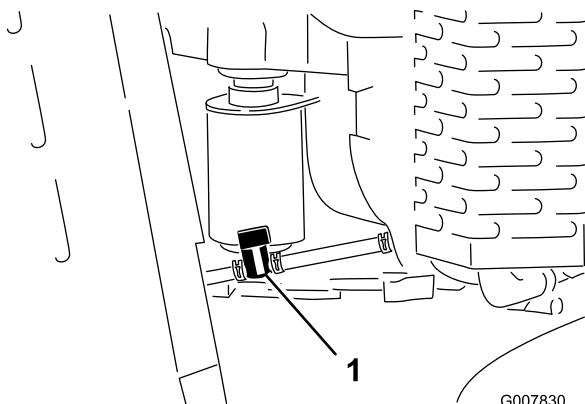

Bild 37
4. Schließen Sie den Kraftstoffhahn (Bild 37).
5. Drücken Sie die Enden der Schlauchklemme an der Motorseite des Kraftstoffhahns zusammen und schieben Sie ihn an der Kraftstoffleitung vom Ventil weg (Bild 37).
6. Ziehen Sie die Kraftstoffleitung vom Ventil (Bild 37). Öffnen Sie den Kraftstoffhahn und lassen Sie den Kraftstoff in einen Benzinkanister oder eine Auffangwanne ablaufen.
3. Schließen Sie den Kraftstoffhahn (Bild 37).
7. Drehen Sie den Kraftstoffhahn in die geöffnete Stellung (Bild 37).